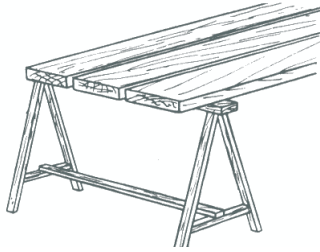

Figura 1. Andaime simplesmente apoiado
- **Andaime simplesmente apoiado (Figura 1)** - é aquele andaime cujo estrado está simplesmente apoiado. Podem ser fixos ou móveis. São móveis quando dotados de rodízios que permitem a movimentação horizontal do andaime apoiado. Neste caso, os rodízios deverão ser dotados de travas manuais a serem mantidas acionadas quando da realização dos serviços.